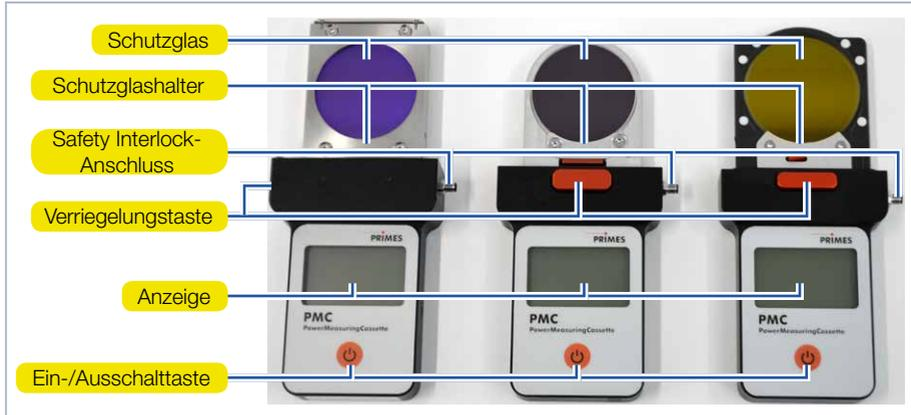

Abb. 6.1: Systembeschreibung der PMC
5. Schieben Sie das Gerät in den Schacht des Laserbearbeitungskopfes, bis die Verriegelungstaste (siehe Abb. 6.1 auf Seite 13) einrastet.
3. Entfernen Sie das Safety Interlock-Verbindungskabel, drücken Sie die Verriegelungstaste (siehe Abb. 6.1 auf Seite 13) und nehmen Sie das Gerät aus dem Laserbearbeitungskopf.